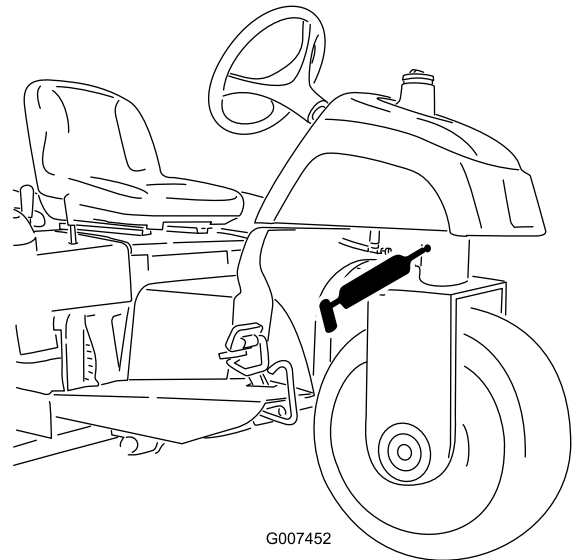

**Figura 21**
- 5 rulmeni de cuplare spate (Figura 21).